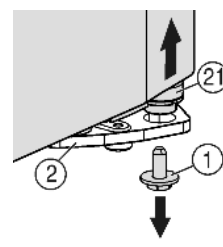
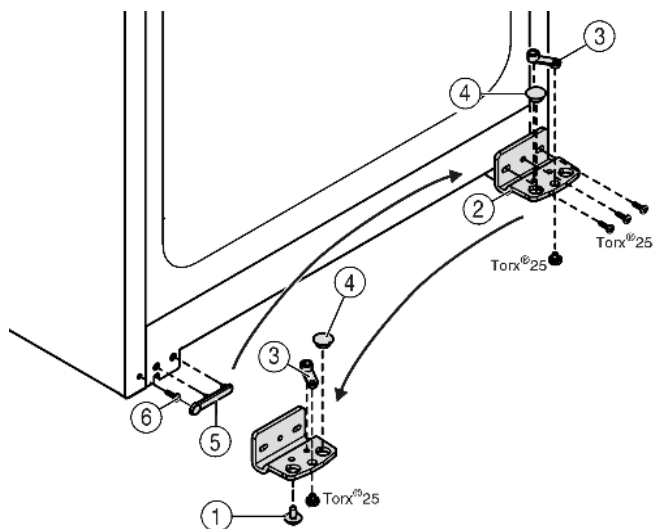

Fig. 4
Fig. 5
- ▶ Внизу справа на опорном кронштейне выкрутите фиксирующий винт Fig. 4 (1).
- ▶ Опорный палец Fig. 4 (21) можно извлечь из опорного кронштейна Fig. 5 (2).
- ▶ Если не удастся извлечь опорный палец Fig. 4 (21), нажмите на него снизу.
- ▶ Открутите опорный кронштейн Fig. 5 (2).
- ▶ Открутите опорную деталь Fig. 5 (3) и, переставив в отверстие на противоположной стороне опорного кронштейна, снова прикрутите.
- ▶ Извлеките заглушку Fig. 5 (4) из опорного кронштейна и переставьте ее в отверстие на противоположной стороне опорного кронштейна.
- ▶ Осторожно снимите крышку со стороны ручки Fig. 5 (5).
- ▶ Выкрутите болт Fig. 5 (6) и вкрутите на противоположной стороне.
- ▶ Снова установите крышку Fig. 5 (5).
- ▶ Снова прикрутите опорный кронштейн Fig. 5 (2) на новой стороне шарнира (с моментом 4 Нм). При необходимости используйте аккумуляторный шурупверт.
- ▶ Вкрутите фиксирующий винт Fig. 4 (1) внизу в опорный палец и затяните (с моментом 4 Нм).